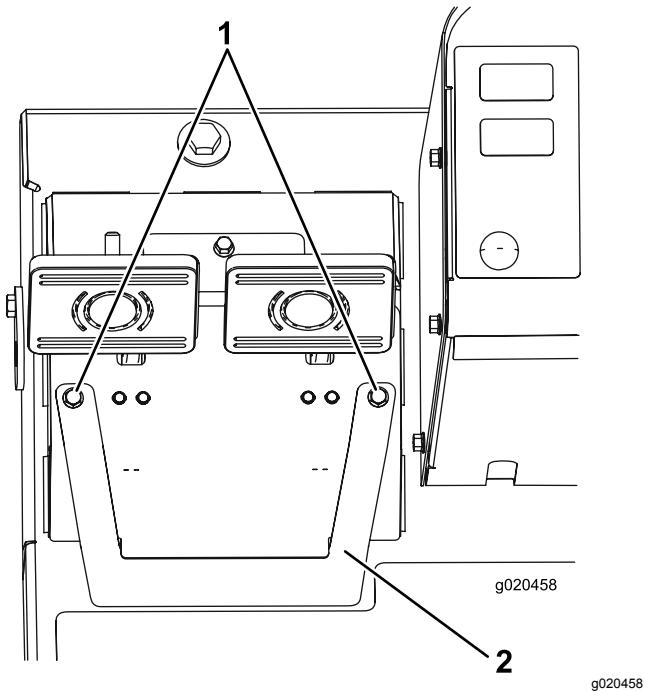

Figura 98
- Afloje los 2 tornillos de montaje y retire la tapa de ajuste de los frenos (Figura 98).